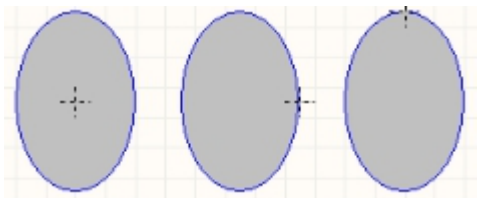

图 4-61 绘制椭圆
(1) 执行菜单命令 **Place** » **Drawing Tools** » **Ellipse**，或者单击 **Utility Tools** 子工具栏中的  按钮，光标变为十字形，同时附着一个椭圆图形，在合适位置单击鼠标左键，确定椭圆中心位置。
(2) 移动光标，调整椭圆水平轴的长度，在合适的位置单击鼠标左键予以确定。
(3) 继续移动光标，调整椭圆垂直轴的长度，在合适的位置单击鼠标左键予以确定。至此椭圆绘制完毕，如图 4-61 所示。
(4) 继续绘制椭圆或者单击鼠标右键退出绘制状态。